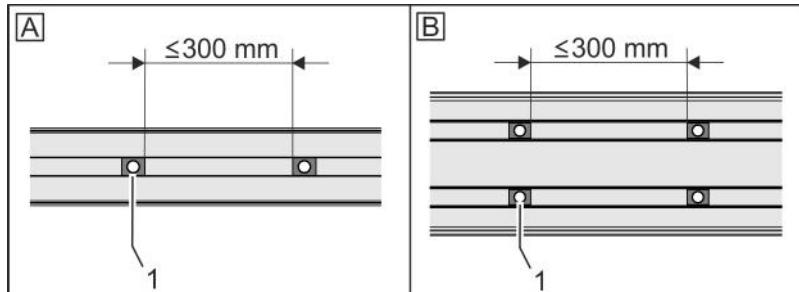

Fig. 16 : Positionnement des écrous
2. ➔ Veiller à ne pas dépasser un écart de 300 mm entre les écrous (Fig. 16 /1) en cas de charge maximale.